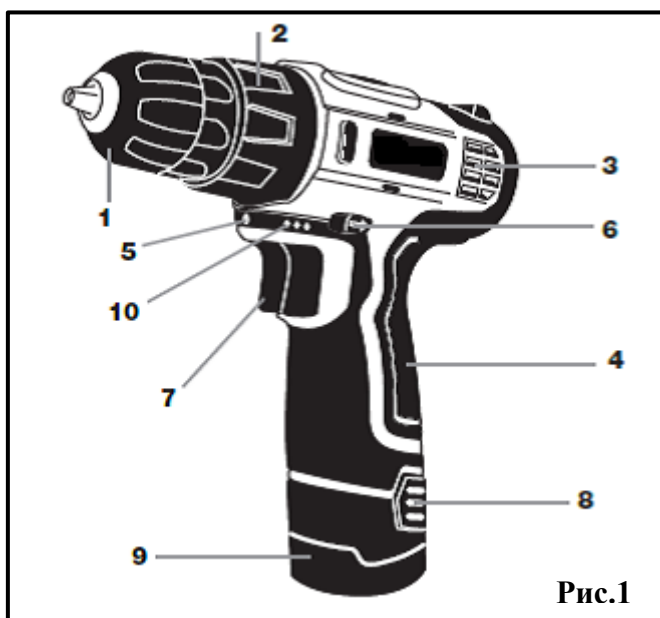

Рис.1
- Извлеките аккумулятор (9)(рис.1) из инструмента, нажав на кнопку разблокировки аккумулятора (8)(рис.1) и вытащив аккумулятор из инструмента.